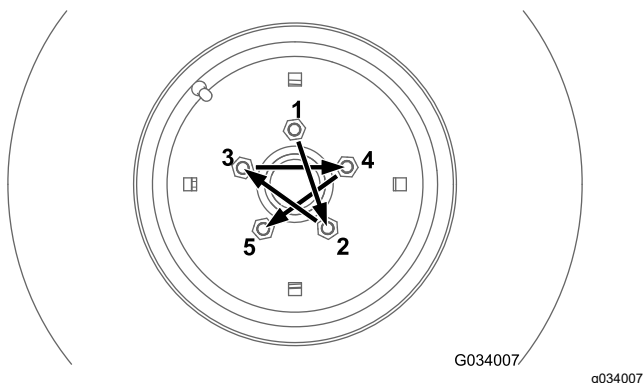
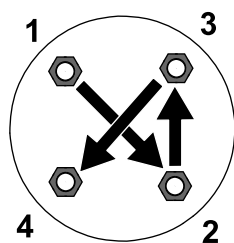

Figure 65
Figure 66
Serrez les écrous des roues avant et arrière (modèles à 4 roues motrices seulement) au couple spécifié et dans l'ordre indiqué, comme montré à la Figure 65 et la Figure 66.
- Roues avant, voir Figure 65.
- Roues arrière (modèles à 4 roues motrices seulement), voir Figure 66.